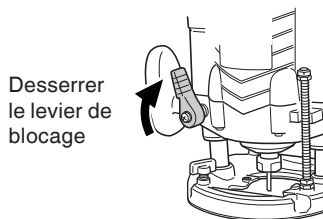

Fig. 5
- ③ Desserrez le levier de blocage et appuyez sur le corps de l'outil jusqu'à ce que le couteau touche la surface plate. Resserrez le levier d'arrêt à ce moment là. (Fig. 5)